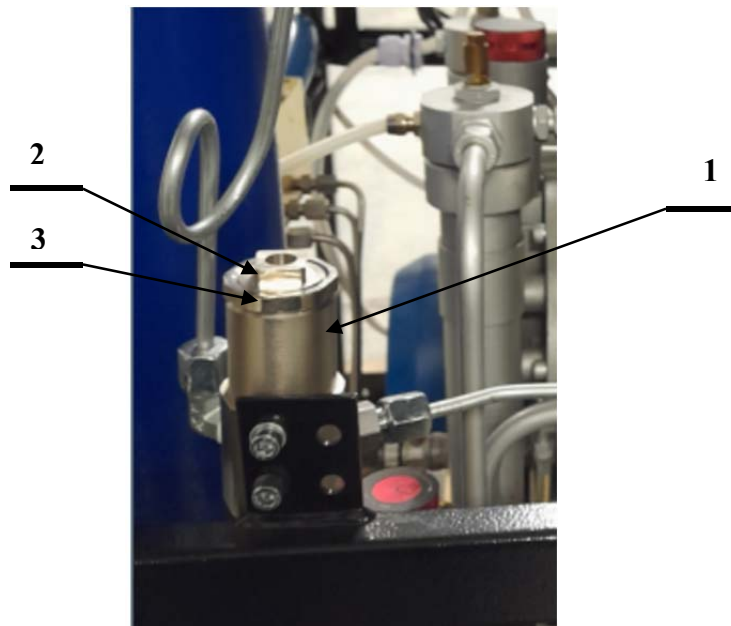

Рисунок 14 - Клапан поддержания давления
- клапан поддержания давления 1 (рисунок 14);
Клапан поддержания давления 1 (рисунок 14) предназначен для поддержания постоянной величины давления (17 ± 3) МПа в воздухораспределительной системе компрессора достаточной для обеспечения фильтрации с высокими постоянными показателями.
Давление открытия клапана поддержания давления настраивается при помощи винта 2 (рисунок 14) при отпущенной контргайке 3.